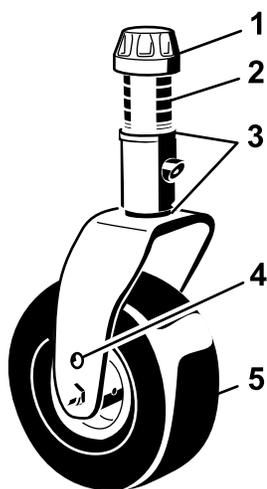

図 17
5. スピンドルシャフトからテンショニングキャップを外し、キャストアームからスピンドルを抜き出す 図 17。